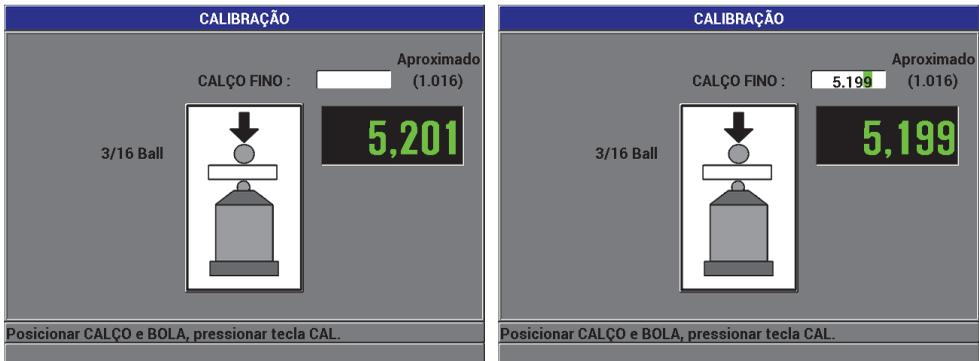

Figura 4-7 Ponto de calibração CALÇO FINO
- Ponto CALÇO FINO: O instrumento irá solicitar que o utilizador coloque um calço de calibração fino e um alvo específicos na ponta da sonda. A espessura deste ponto de calibração fino variará dependendo de qual bola, disco ou fio alvo for selecionado. A espessura aproximada do calço será exibida na caixa de medição inferior. Pressione [CAL] para transferir a medição para a caixa de texto, use as teclas de setas para inserir a espessura conhecida do calço de calibração e, em seguida, pressione [CAL] (ver a Figura 4-7 na página 89).